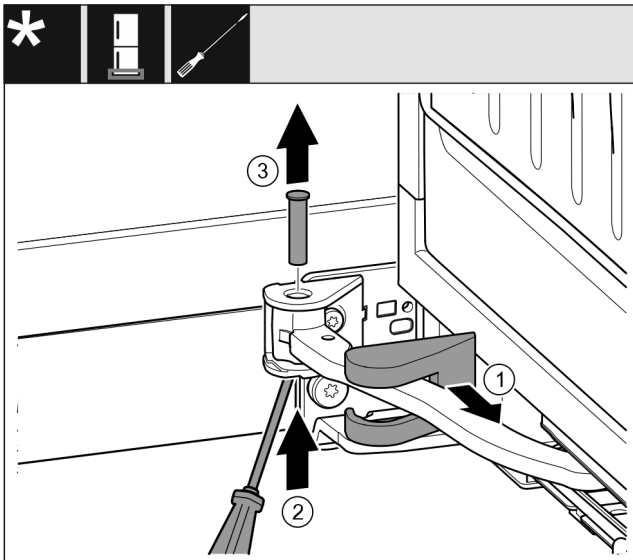

Fig. 15
- ▶ Снимите крышку опорного кронштейна и переместите вдоль шарнира. Fig. 15 (1)
- ▶ Рукой или отверткой приподнимите палец снизу. Fig. 15 (2)
- ▶ Вставьте отвертку под головку пальца и извлеките его. Fig. 15 (3)